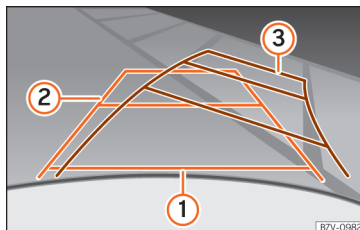

Abb. 276 Display: Orientierungslinien des Parkraums hinter dem Fahrzeug.
Bedeutung der auf den Bildschirm projizierten Orientierungslinien » Abb. 276. Alle Längenangaben der Orientierungslinien beziehen sich auf ein Fahrzeug, das auf einer waagrechten Fläche steht.
- Langsam rückwärtsfahren und dabei so lenken, dass die gelben Orientierungslinien in die Parklücke führen » Abb. 276 ③.